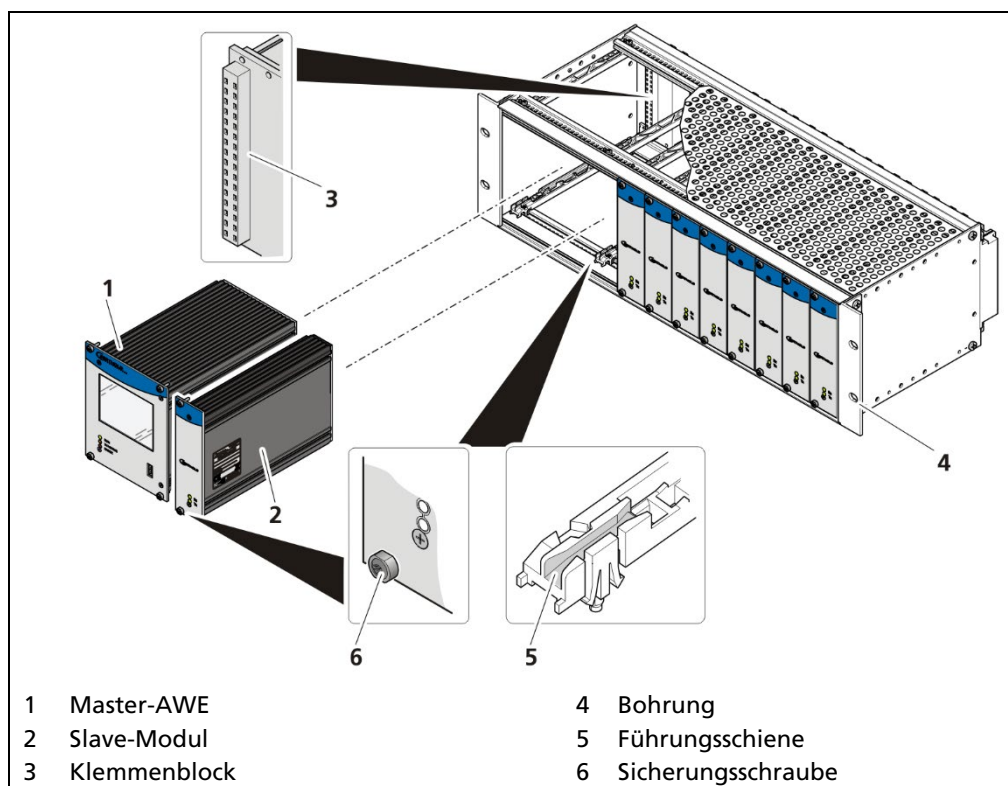
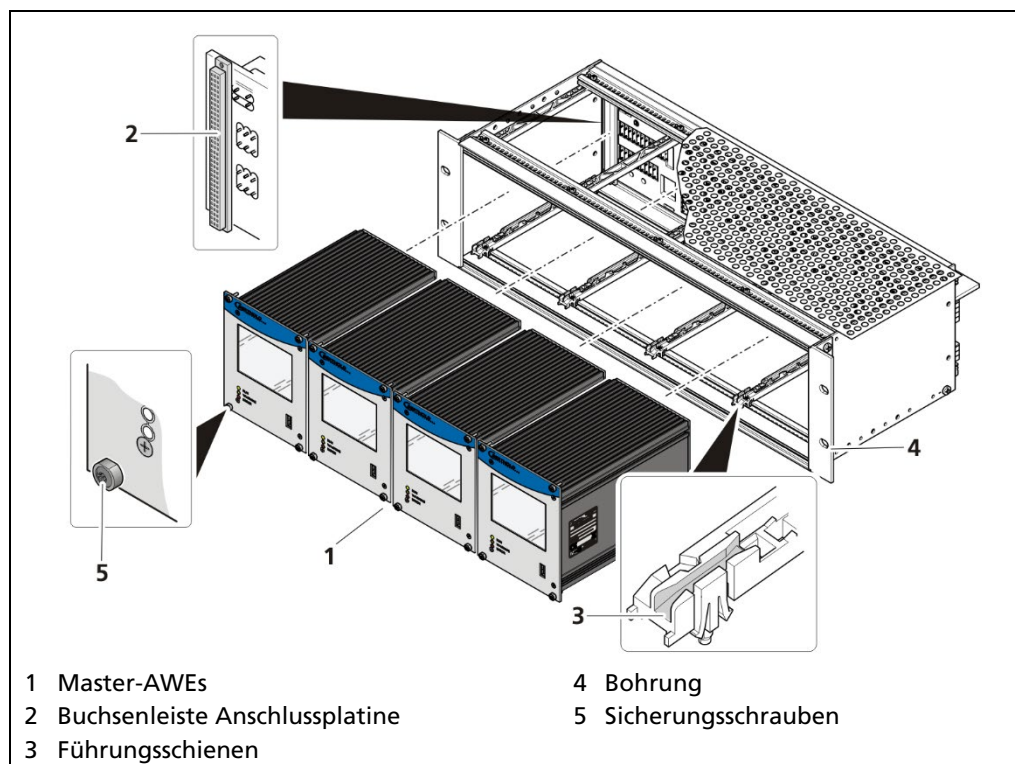

Abb. 15 19"-Baugruppenträger mit Klemmenblöcken (Bsp.: 1x Master, 9xSlave)
Abb. 16 19"-Baugruppenträger mit Anschlussplatinen (Bsp.: 4x Master)
Der 19"-Baugruppenträger kann je nach Bedarf unterschiedlich bestückt werden (siehe Kap. 4.3 Einbauvarianten). Zum elektrischen Anschluss werden die rückwärtigen Klemmenblöcke (Abb. 15, Pos.3) - oder Anschlussplatinen (Abb. 16, Pos. 4) verwendet.
Der Baugruppenträger wird in einem 19" Schaltschrank oder einem Bedienpult (Schalttafel) eingebaut. Zur Befestigung des Baugruppenträgers dienen die 4 seitlichen Bohrungen (Abb. 15, Pos.4), die mit den passenden Schrauben zu versehen sind.
Die Master-AWEs / Slave-Module müssen durch Sicherungsschrauben (Abb. 15, Pos. 6) gegen das Herausziehen gesichert werden.
1. Master-AWE / Slave-Modul (Abb. 15, Pos.1, Pos.2) in die Führungsschienen (Abb. 15, Pos.5) setzen.
3. Sicherungsschrauben (Abb. 15, Pos.6) anziehen.
Die Master-AWEs / Slave-Module müssen durch Sicherungsschrauben (Abb. 16, Pos. 5) gegen das Herausziehen gesichert werden.
1. Master-AWE / Slave-Modul (Abb. 16, Pos.1) in die Führungsschienen (Abb. 16, Pos.3) setzen.
2. Modul vorsichtig in den Baugruppenträger schieben, bis die Stiftleiste in der Buchsenleiste (Abb. 16, Pos.2) eingesteckt ist.
3. Sicherungsschrauben (Abb. 16, Pos.5) anziehen.